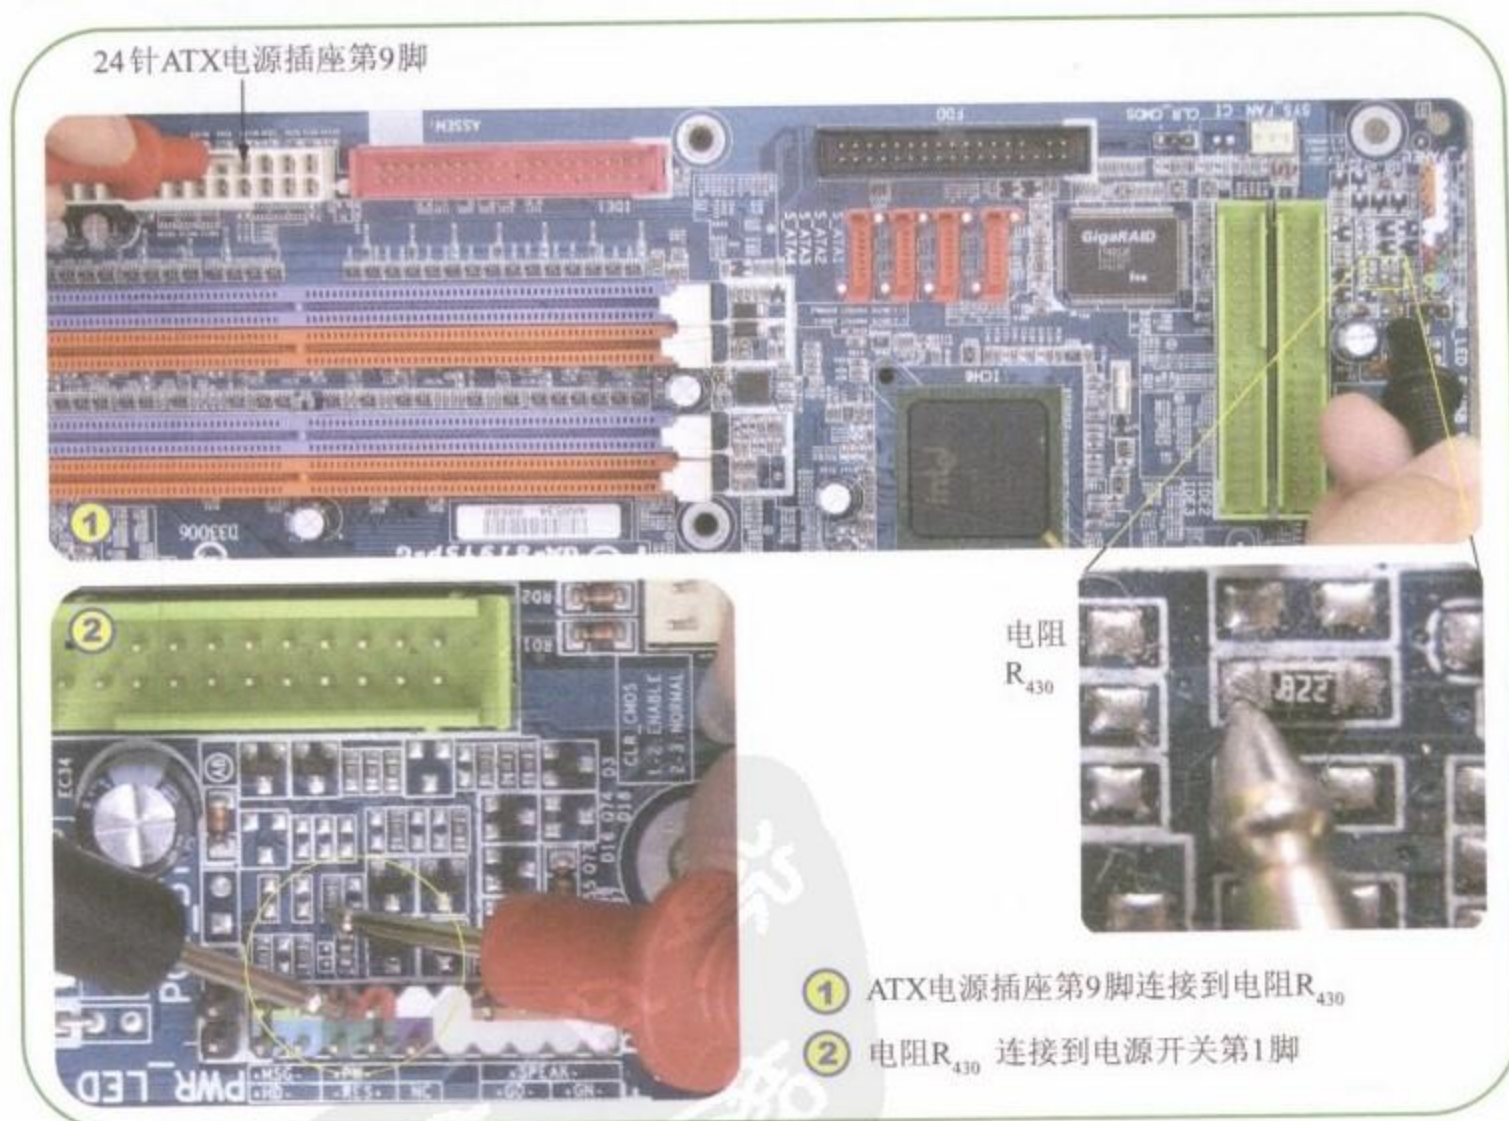

图7-21 测量从ATX电源插座第9脚经电阻到电源开关第1脚的线路
Step 02 测量ATX电源插座第9脚经电阻 R_{430} 到电源开关第1脚的线路，如图7-21所示。